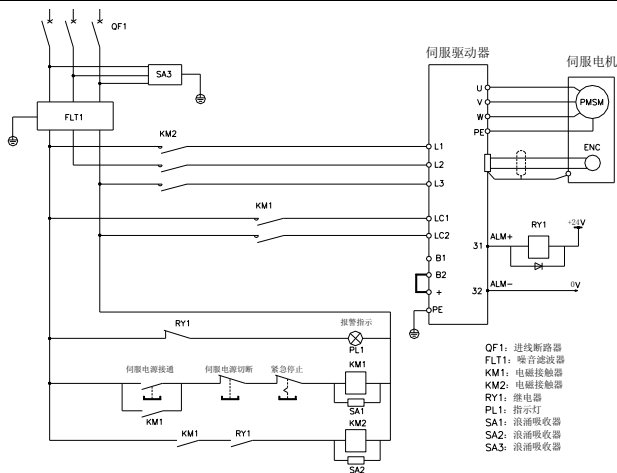

图 4-1 电源接线图
- 必须接入一个紧急停止电路，确保发生故障时，电源能立即切断（参见图4-1）。
电源连接请参照图 4-1（三相 220V 输入情况），并按以下顺序接通电源：